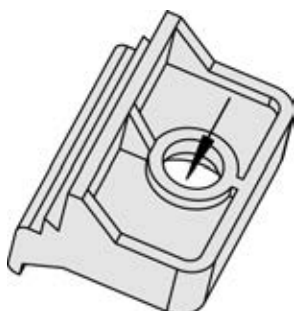

Рис. 12: Вставка винтов в зажимы
3. Вставьте четыре зажимных винта в зажимные вставки с указанной стороны (Рис. 12; напротив запрессовочной втулки) практически заподлицо. Не вставляйте винты в зажимные вставки полностью.